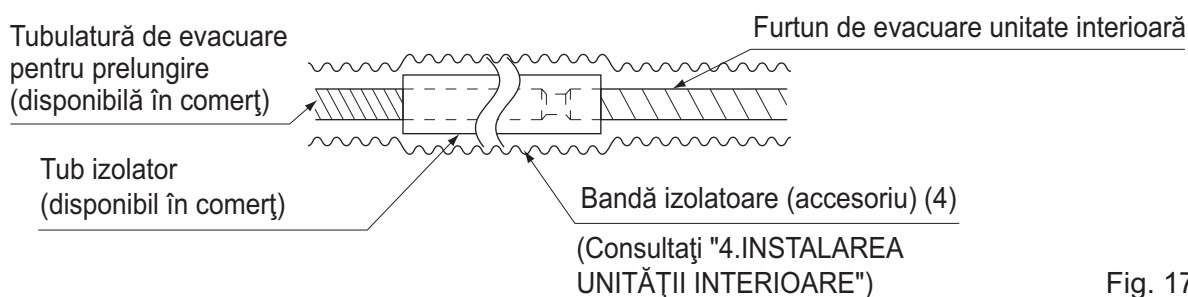

Fig. 17
- Când prelungiți furtunul de evacuare, utilizați un furtun prelungitor disponibil în comerț, și aveți grijă să izolați porțiunea de prelungitor care este în interior. **(Consultați Fig. 17)**